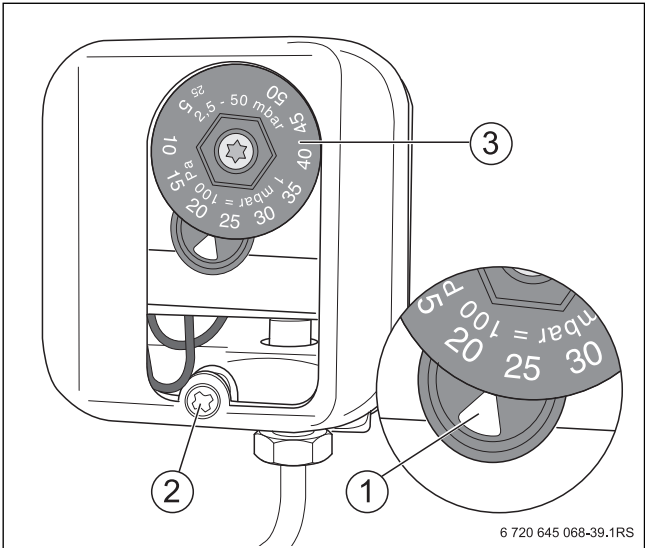

Рис. 64 Реле контроля давления газа
- ▶ Отверните винты крышки (→ рис. 64,[2]) и откройте крышку реле контроля давления газа.